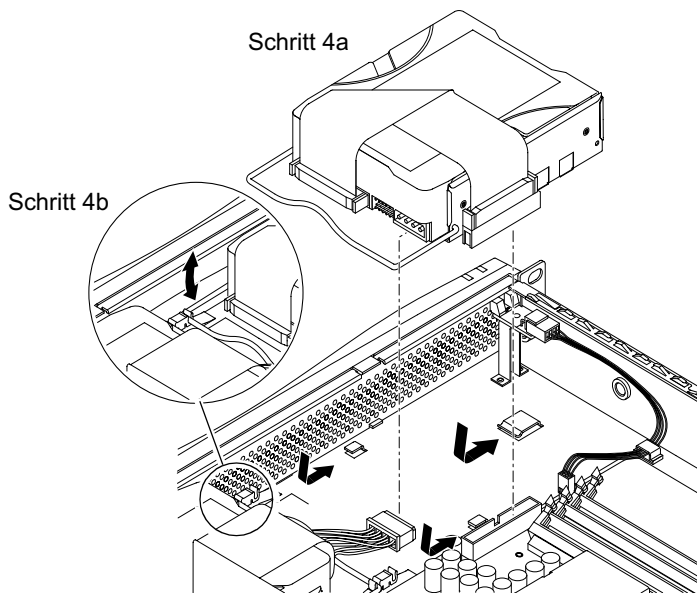

ABBILDUNG 8-9 Installieren einer Festplatte
4. **Legen Sie die neue Festplatte ein, und richten Sie sie aus (siehe ABBILDUNG 8-9).**